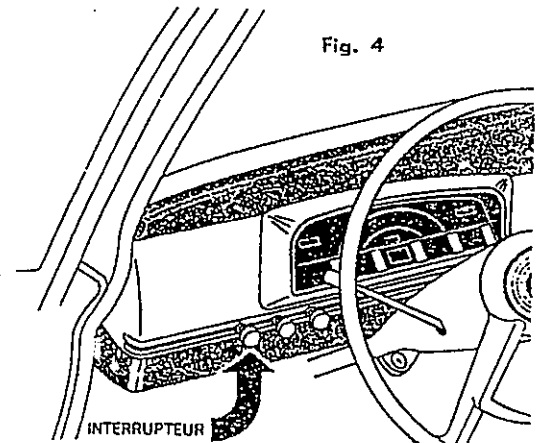

Fig. 4
- Rattraper les fils rouges à l'intérieur de la voiture, sous le tableau de bord (fig. 4).